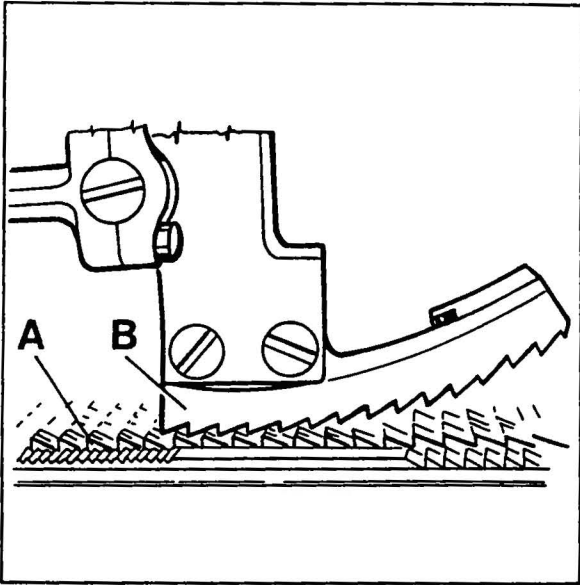

Fig. 19
Simultaneously the upper feed dog (B, Fig. 19) should be positioned so that the tips of its teeth engage with the tooth spaces of the lower feed dog (A), without contacting it. When the lower feed dog (A) is in its highest and the upper feed dog (B) in its lowest point of travel, there must be a small gap between both feed dogs.
Gleichzeitig muß der Obertransporteur (B, Fig. 19) so positioniert sein, daß die Spitzen seiner Zähne in die Zahnücken des unteren Transporteurs (A) eingreifen, ohne diesen zu berühren. Wenn der untere Transporteur (A) in der höchsten und der Obertransporteur (B) in der untersten Stellung seiner Bewegung ist, muß zwischen beiden Transporteuren ein Luftspalt sein.